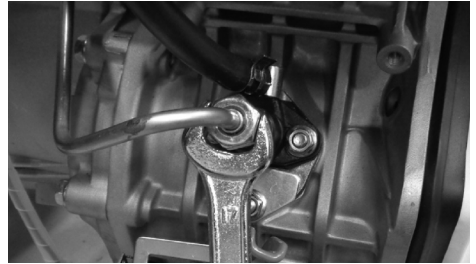

Рис. 12 Удаление воздуха из топливного насоса
6. Рожковым ключом 17 мм открутите гайку крепления топливной трубки высокого давления на 1,5-2 оборота (Рис. 12). Поместите под выходным штуцером топливного насоса высокого давления кусок ветоши.